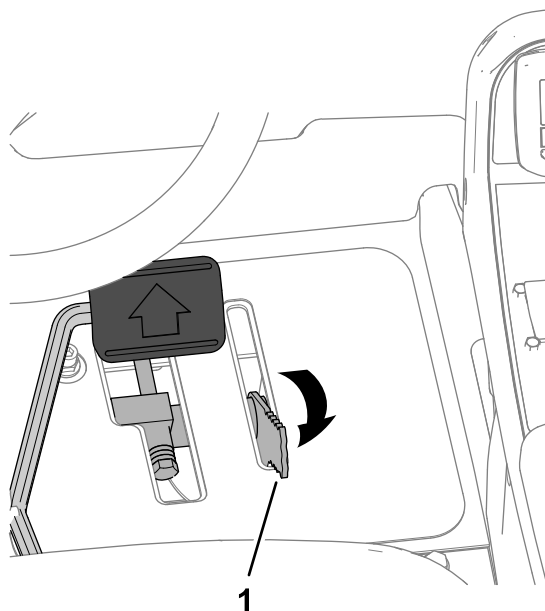

Bild 47
3. Stellen Sie den Hebel für den Mähgeschwindigkeitsbegrenzer nach hinten in die TRANSPORT-Stellung (Bild 47).